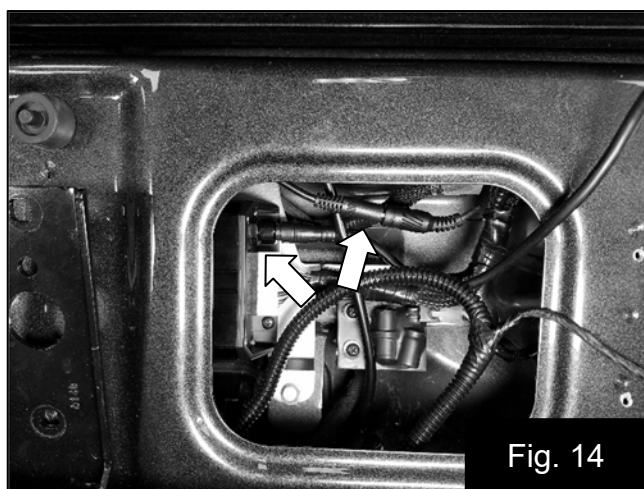

Fig. 14
23. Branchez le contrôleur sur l'amplificateur et fixez-le en tournant l'anneau de verrouillage jusqu'à ce qu'il soit bien serré (manuellement). Fig. 14
24. Connectez la prise jack de 1/8 po à l'amplificateur. Fig. 14